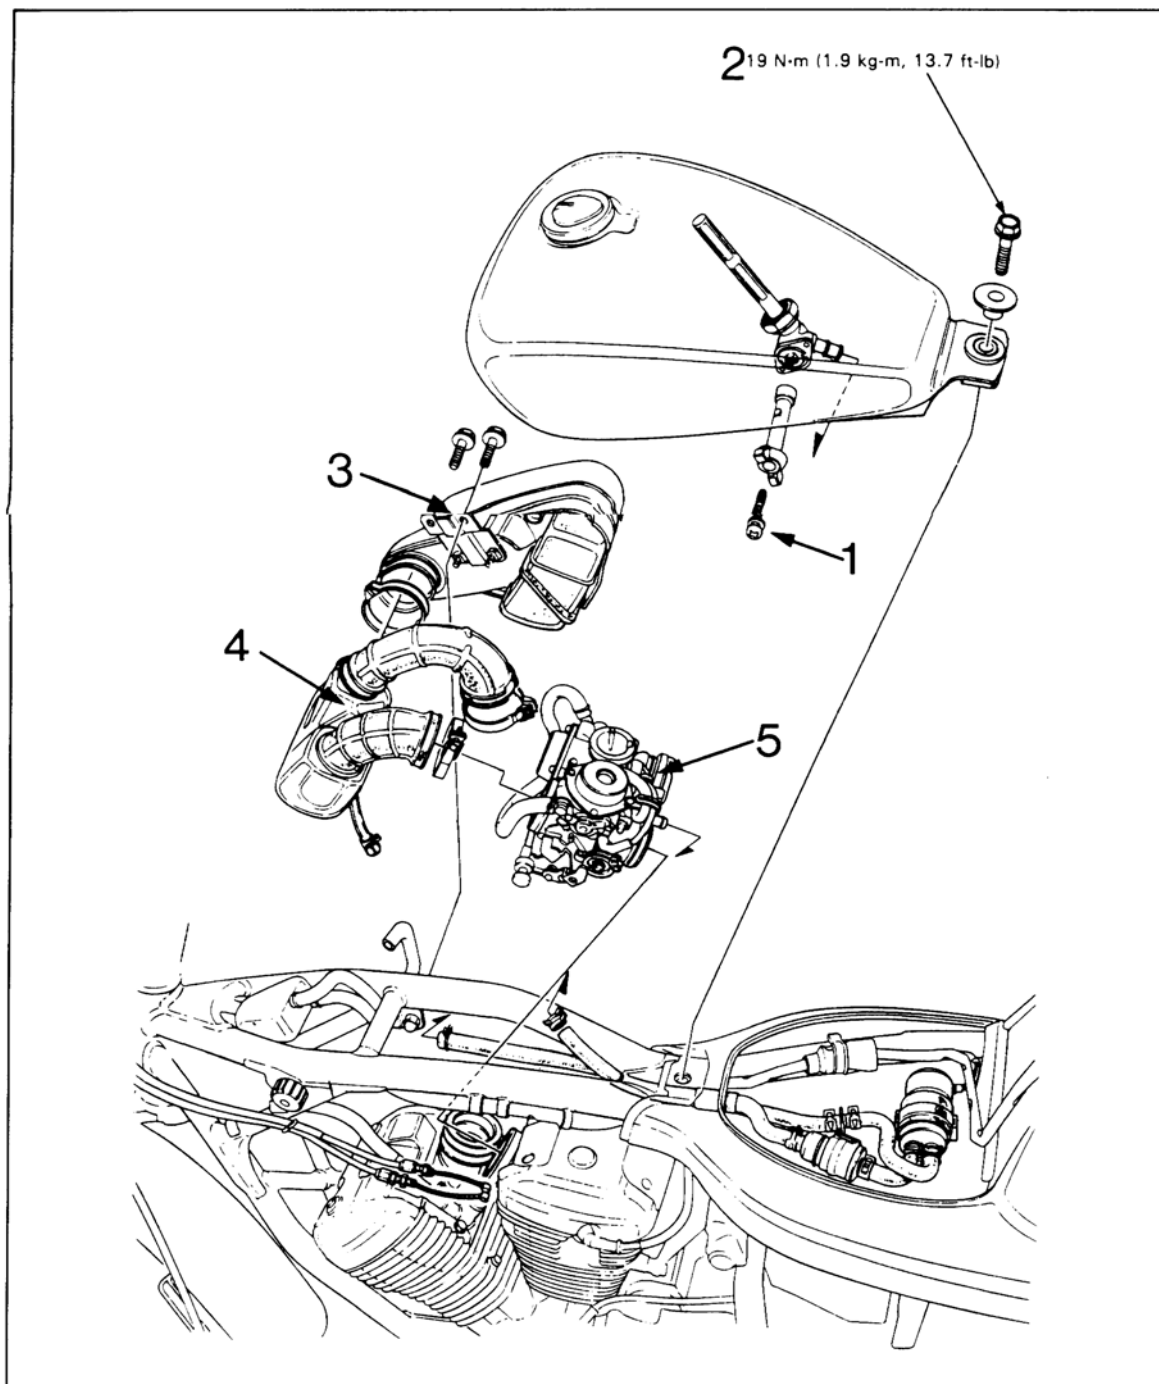

Bild 34
Kraftstoffhahn auf OFF drehen und Befestigungsschraube (Kreuzschlitz) der Hahnbetätigung ① Bild 34 ausdrehen. Hahnbetätigung abnehmen.
- Kraftstofftank-Befestigungsschraube ② her-